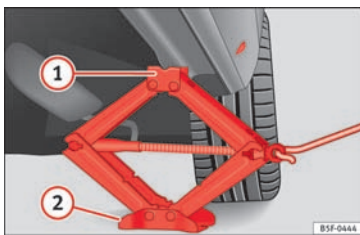

Fig. 75 Længdevange: påsætning af donkraft
- Sæt donkraften* under løftepunktet på dørpanelet, og drej den så højt op, at dens dorn **①** »» » **Fig. 75** er lige neden løftepunktet.
- Stil donkraften*, således at dens dorn **①** får fat i kunststofkanten på panelet, og den bevægelige bundplade **②** ligger plant på jorden. Bundpladen **②** skal være lodret under løftepunktet **①**.